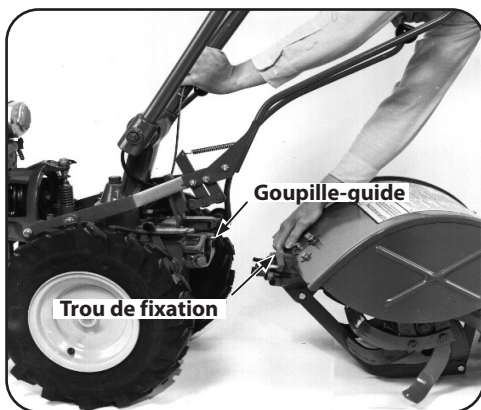

Figure 4-23
- Inclinez l'appareil vers l'avant d'environ un pouce avec une main en tirant l'accessoire vers l'arrière avec l'autre. Voir Figure 4-23.